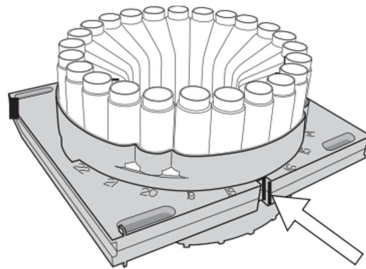

Figure 2-2 Insérez d'abord le côté sur lequel l'encoche est située afin que celle-ci se trouve face à l'arrière du compartiment réfrigéré
3. Repérez l'arrière du casier (flèche, Figure 2-2). Une encoche présente à l'arrière du casier permet de le fixer à la paroi arrière du réfrigérateur.